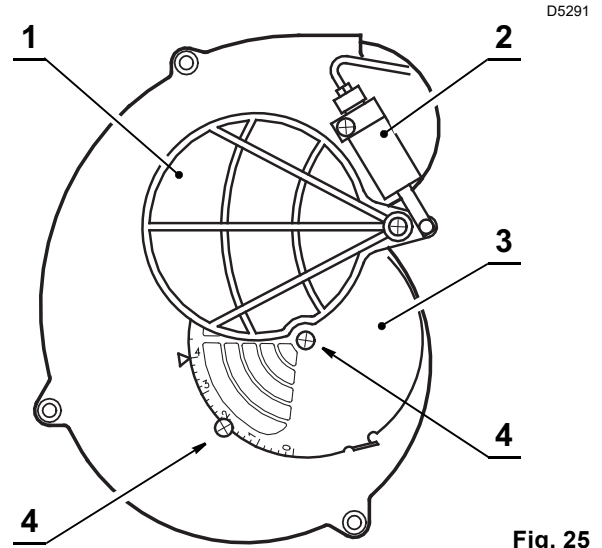

Fig. 25
- S'il est nécessaire, varier le débit d'air, desserrer la vis du capot, enlever ce dernier, agir sur le volet d'air, remonter le capot et alors reconstrôler l'indice de noircissement (Fig. 25).